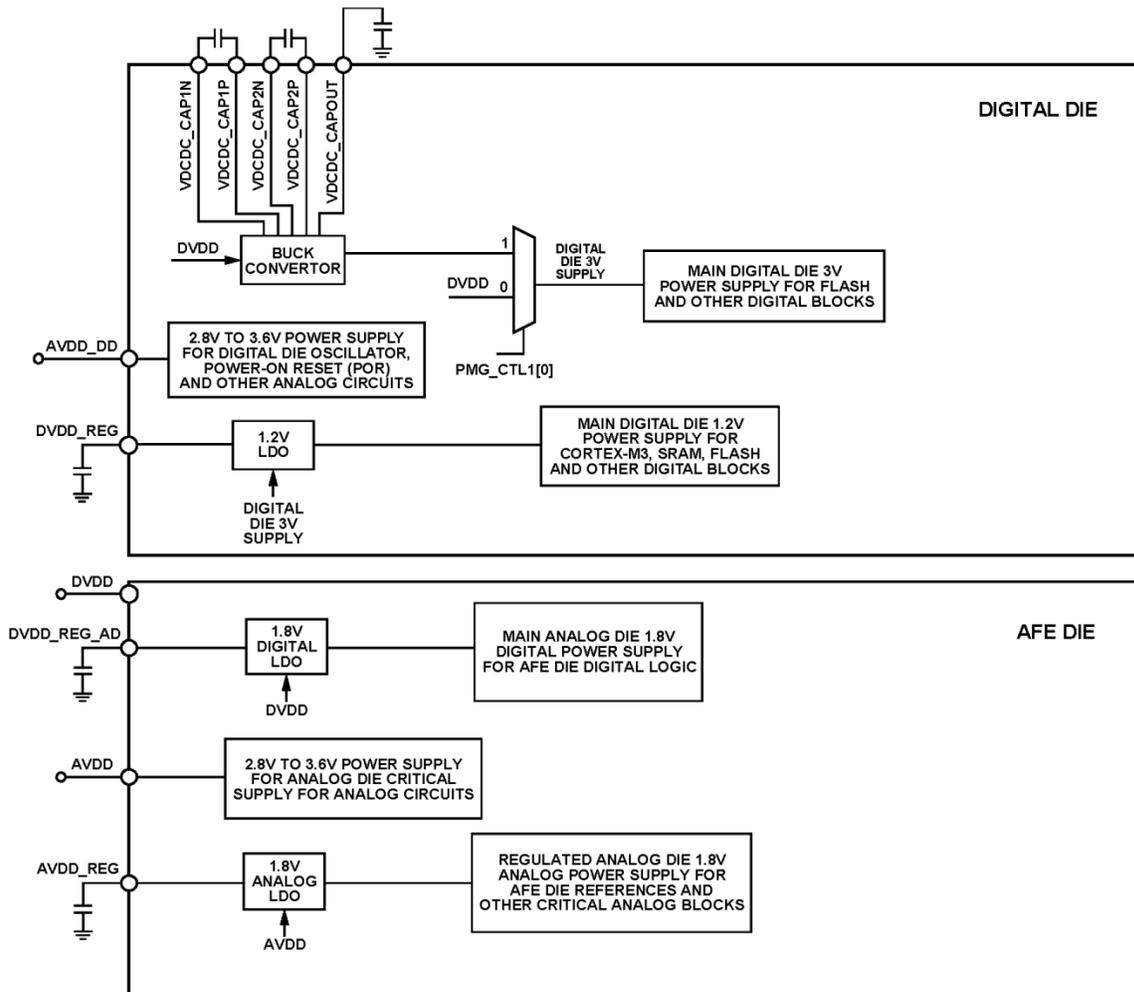

图3. 电源架构框图
- 降压转换器支持活动模式，此时需要外部飞跨电容，如图3所示。降压转换器默认禁用。为使模拟外设性能最优，应让该转换器保持禁用状态。